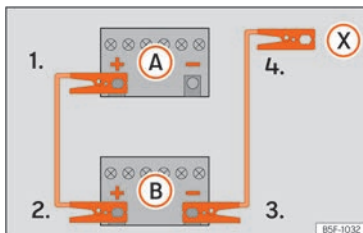

Abb. 49 Anschlusschema für Fahrzeuge ohne Start-Stopp-System.
zeugs mit der entladenen Fahrzeugbatterie (A) » » Abb. 49.
3. Klemmen Sie das andere Ende des roten Starthilfekabels an den Pluspol (+) des Strom gebenden Fahrzeugs (B).
- 4a. Bei Fahrzeugen ohne Start-Stopp-System: klemmen Sie ein Ende des schwarzen Starthilfekabels an den Minuspol (-) des stromgebenden Fahrzeugs (B) » » Abb. 49.